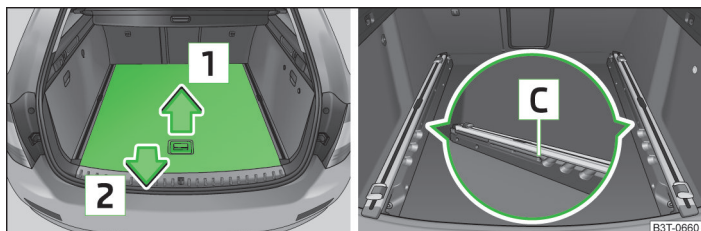

Abb. 97 Gepäckraum: variablen Ladeboden teilweise herausziehen
- Den hinteren Teil des variablen Ladebodens am Griff fassen und in Pfeilrichtung **1** » Abb. 97 leicht anheben.
- Den hinteren Teil des Ladebodens am Griff fassen und in Pfeilrichtung **1** » Abb. 97 auf Seite 92 anheben.